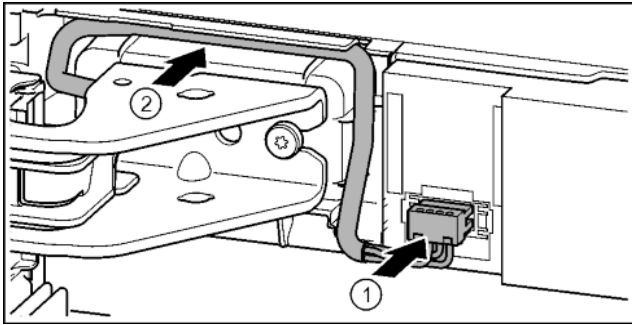

Fig. 37
- ▶ Stecker über oberen Lagerbock einrasten und Kabellitzen vorsichtig in Kanal legen. *Fig. 37 (1)*
- ▶ Graues Kabel vorsichtig in der Führung über dem oberen Lagerbock verlegen. *Fig. 37 (2)*